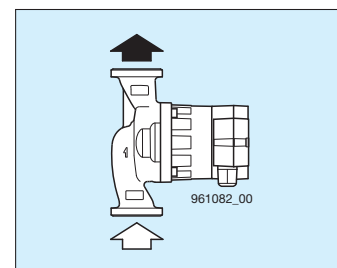

Рис. 5: Направление потока
- Стрелка на корпусе насоса указывает направление потока (рис.5)